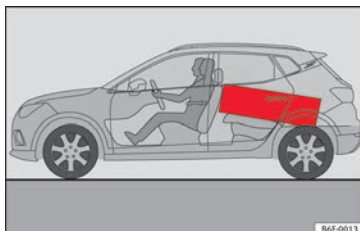

Bild 162 Placera tunga föremål så långt fram som möjligt.
- Placera tunga föremål så långt fram som möjligt i bagagerummet » **bild 162**.